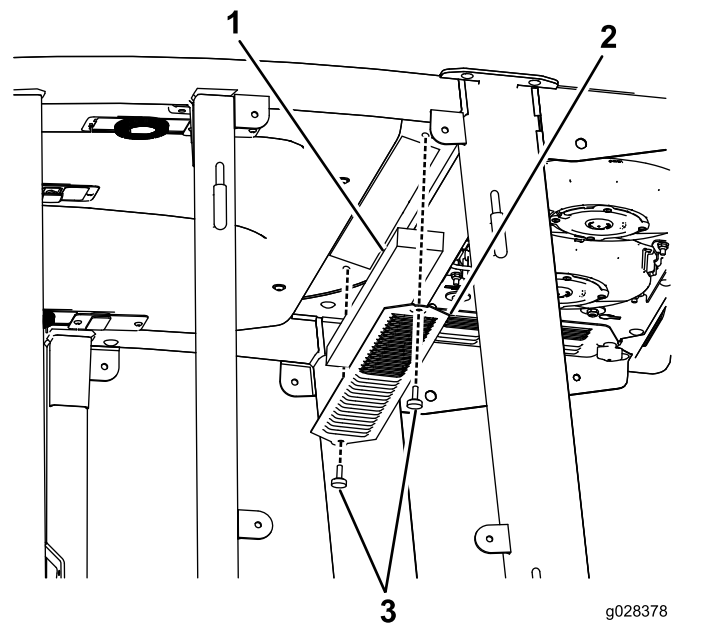
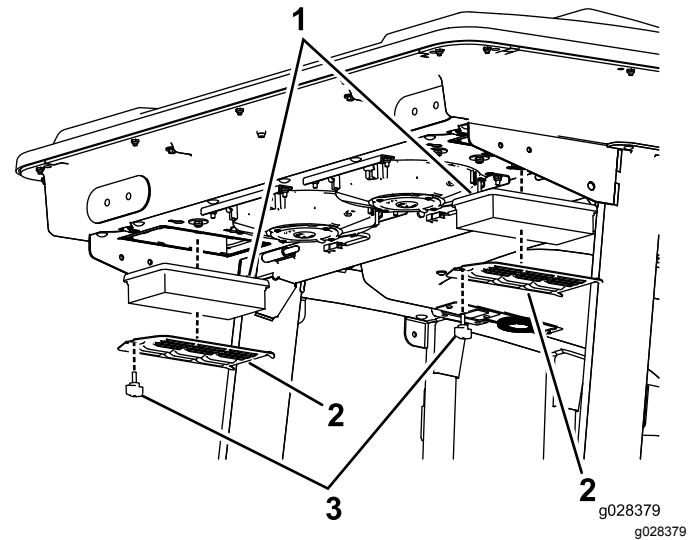
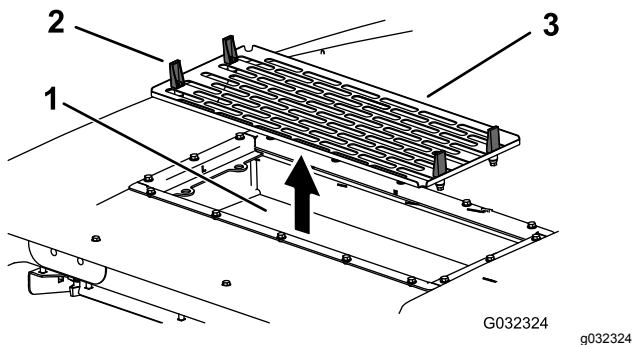

Bild 130
Bild 131
**Bild 132**
1. Nehmen Sie die Schrauben und Gitter von den internen und hinteren Kabinenluftfiltern ab (Bild 130 und Bild 131).
4. Entfernen Sie die Luftfilter (siehe Bild 131).
6. Bauen Sie Luftfilter, Gitter und Klimaanlage wieder ein (Bild 131, Bild 132 und Bild 133).
7. Schließen Sie das Kabel jedes Lüfters an (Bild 132).